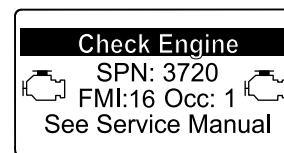

Рисунок 65
- Предупреждение о двигателе SPN 3720, FMI 16 (Рисунок 65)